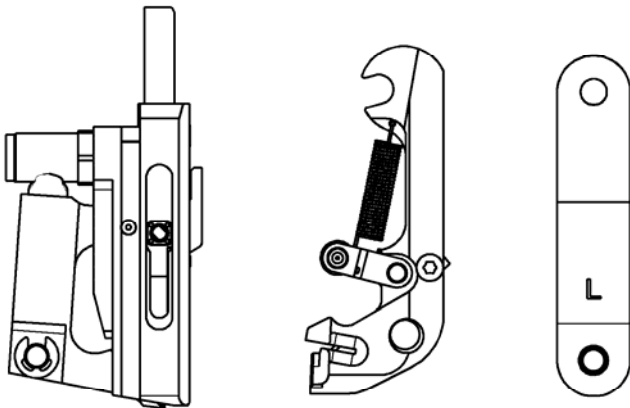
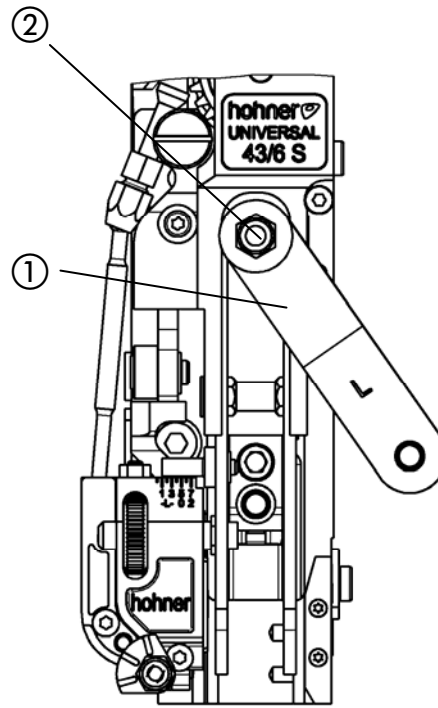
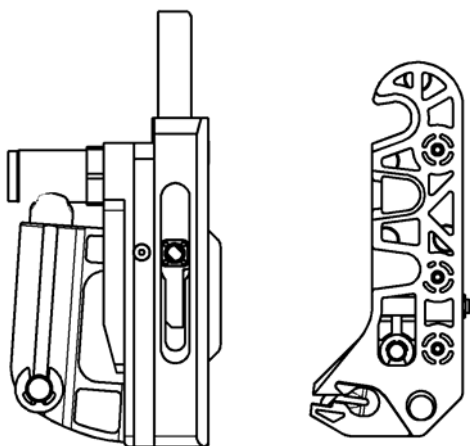

Fig. 20
Fig. 20a
Fig. 21
- Fig. 20, Fig. 20a, Fig. 21 -